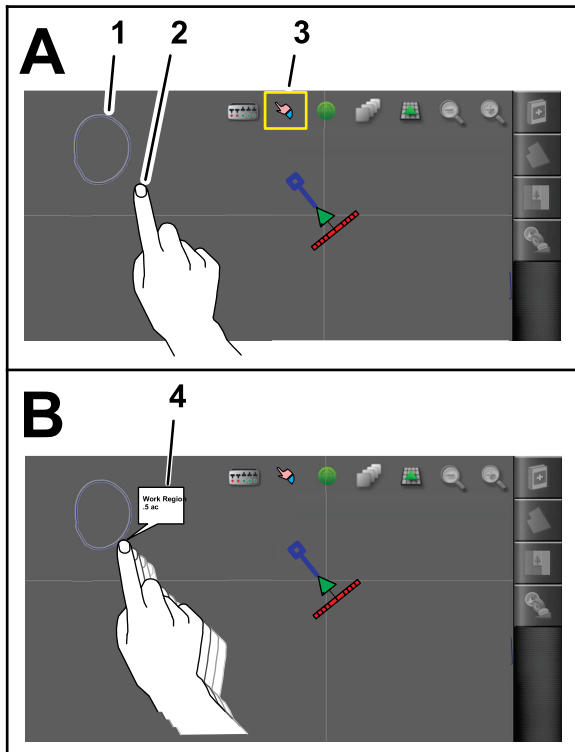

Figura 56
- Después de crear el perímetro, pulse con el dedo en la pantalla de la consola de control junto a la línea del perímetro hasta que se encienda el icono de selección del perímetro, y deslice el dedo hasta la línea del perímetro (Figura 56).